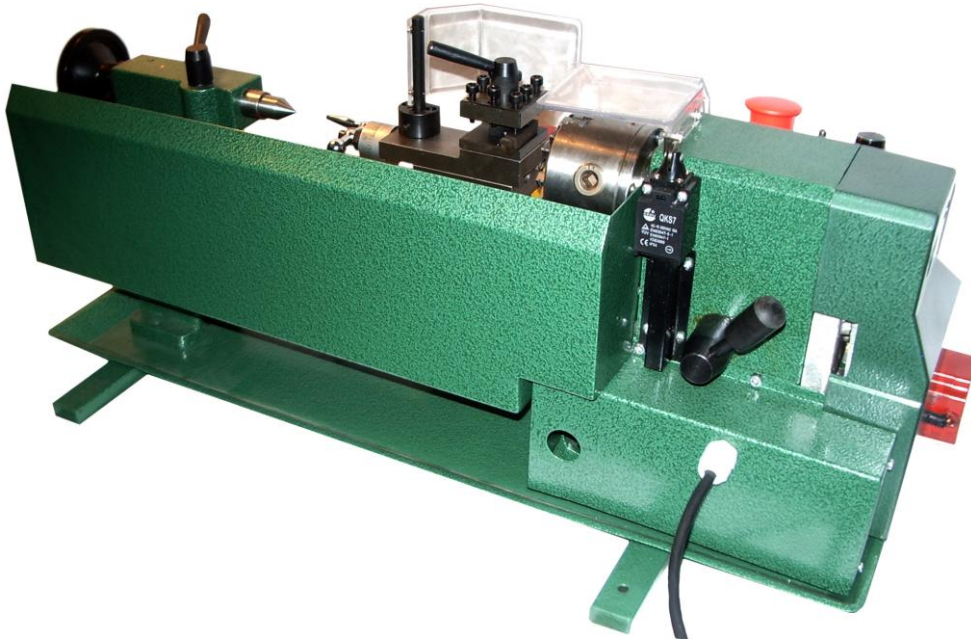

Рис. 16. Задняя часть станка с защитным кожухом.
1. Развернуть станок задней частью (Рис. 16).